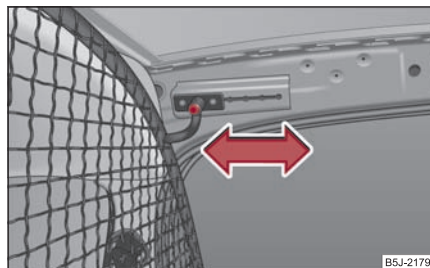
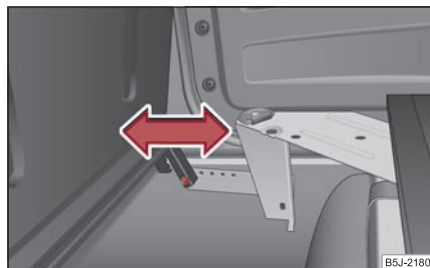

Fig. 221 Prinderea în partea de sus a peretelui despărțitor
Fig. 222 Prinderea în partea de jos a peretelui despărțitor
- Deșurubați șurubul de pe fiecare parte a părții de sus a caroseriei ⇒ fig. 221 și șurubul din partea de jos ⇒ fig. 222. ►